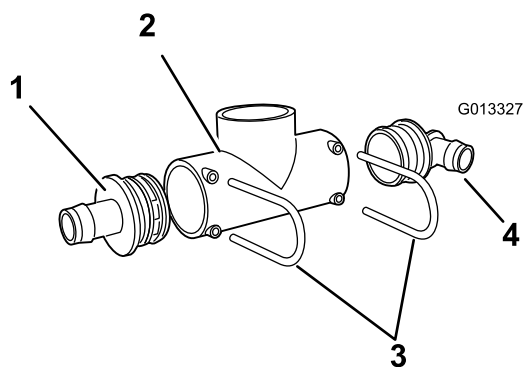
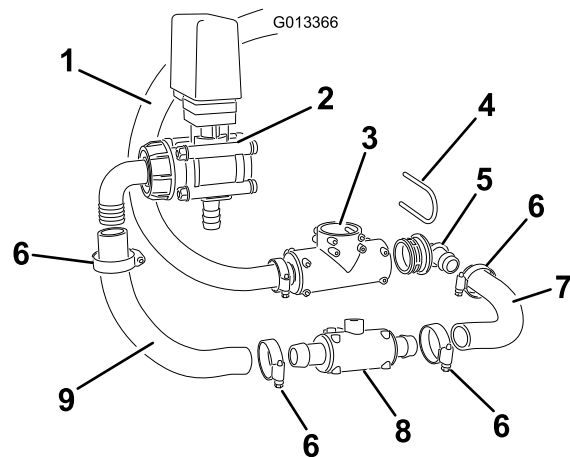

Figura 16
Figura 20
3. Instale un acoplamiento dentado recto S67 en el extremo izquierdo abierto del acoplamiento en T (Figura 16). Sujételo con la horquilla de retención que retiró anteriormente.
11. Introduzca un codo de 90 grados S67 en el lado derecho del acoplamiento de T S67 (antes la manguera de alimentación del brazo) (Figura 20 o Figura 16). Usando el primer trozo de manguera cortado a 28 cm, aplique jabón líquido al acoplamiento y a la manguera. Deslice la manguera sobre el acoplamiento hasta que haga tope. Deslice la abrazadera sobre la espiga y apriétela para sujetar la manguera.
12. Usando el segundo trozo de manguera corta, cortado a 28 cm, aplique jabón líquido en la manguera y en el acoplamiento (Figura 20). Deslícela sobre la válvula de agitación hasta que haga tope. Sujete con la abrazadera.
13. Coloque abrazaderas en ambos extremos de la manguera más corta instalada. Usando el acoplamiento en T, conecte las dos mangueras deslizando el extremo de cada manguera sobre los acoplamientos dentados S53 (Figura 20). Sujete con abrazaderas.